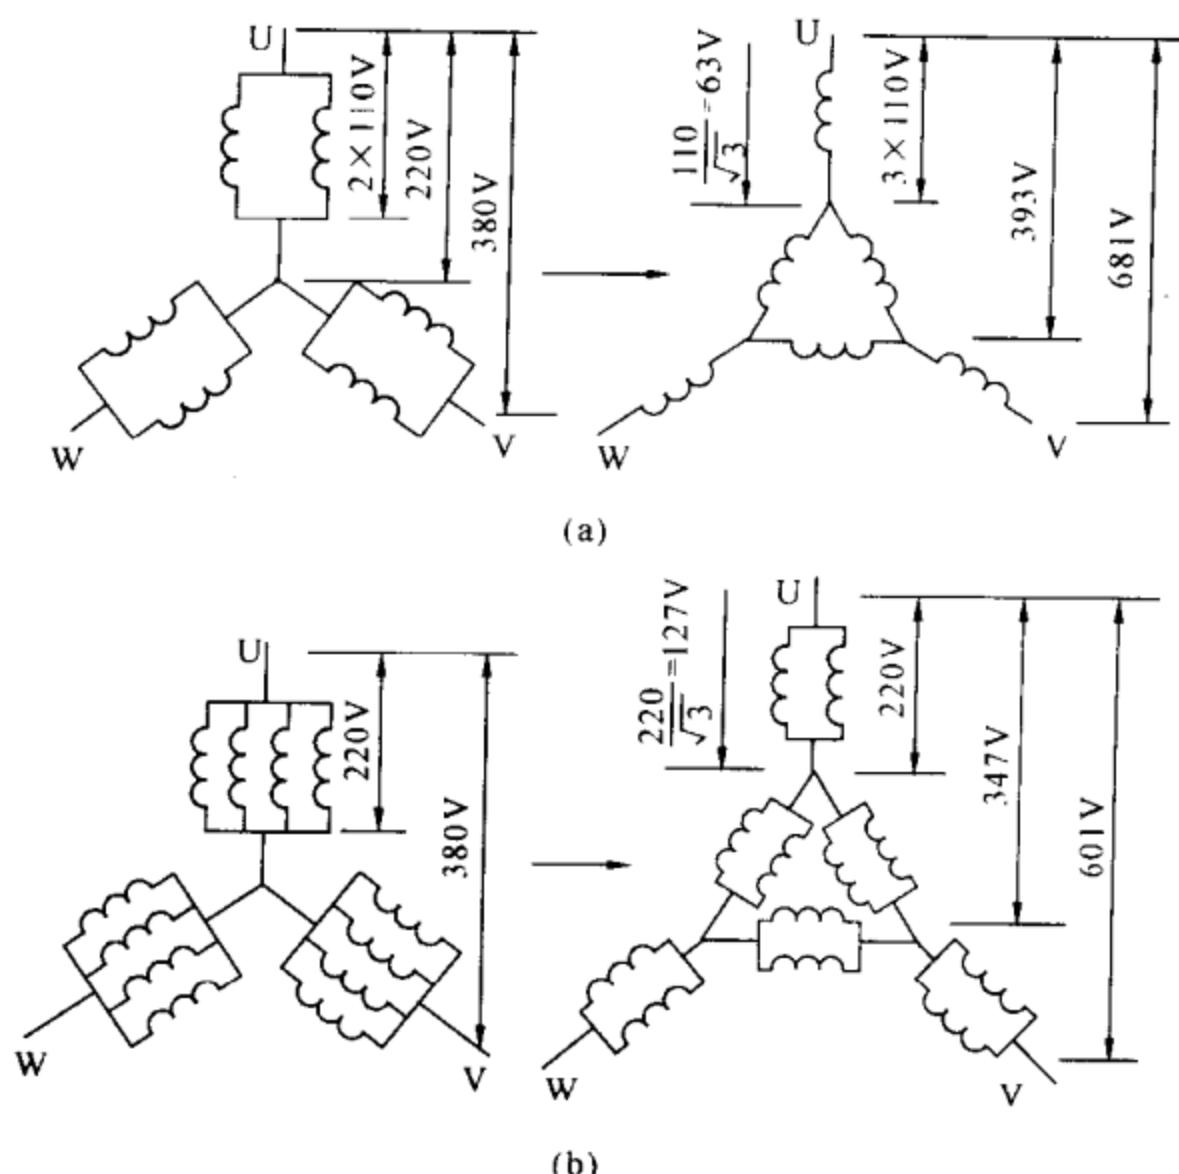
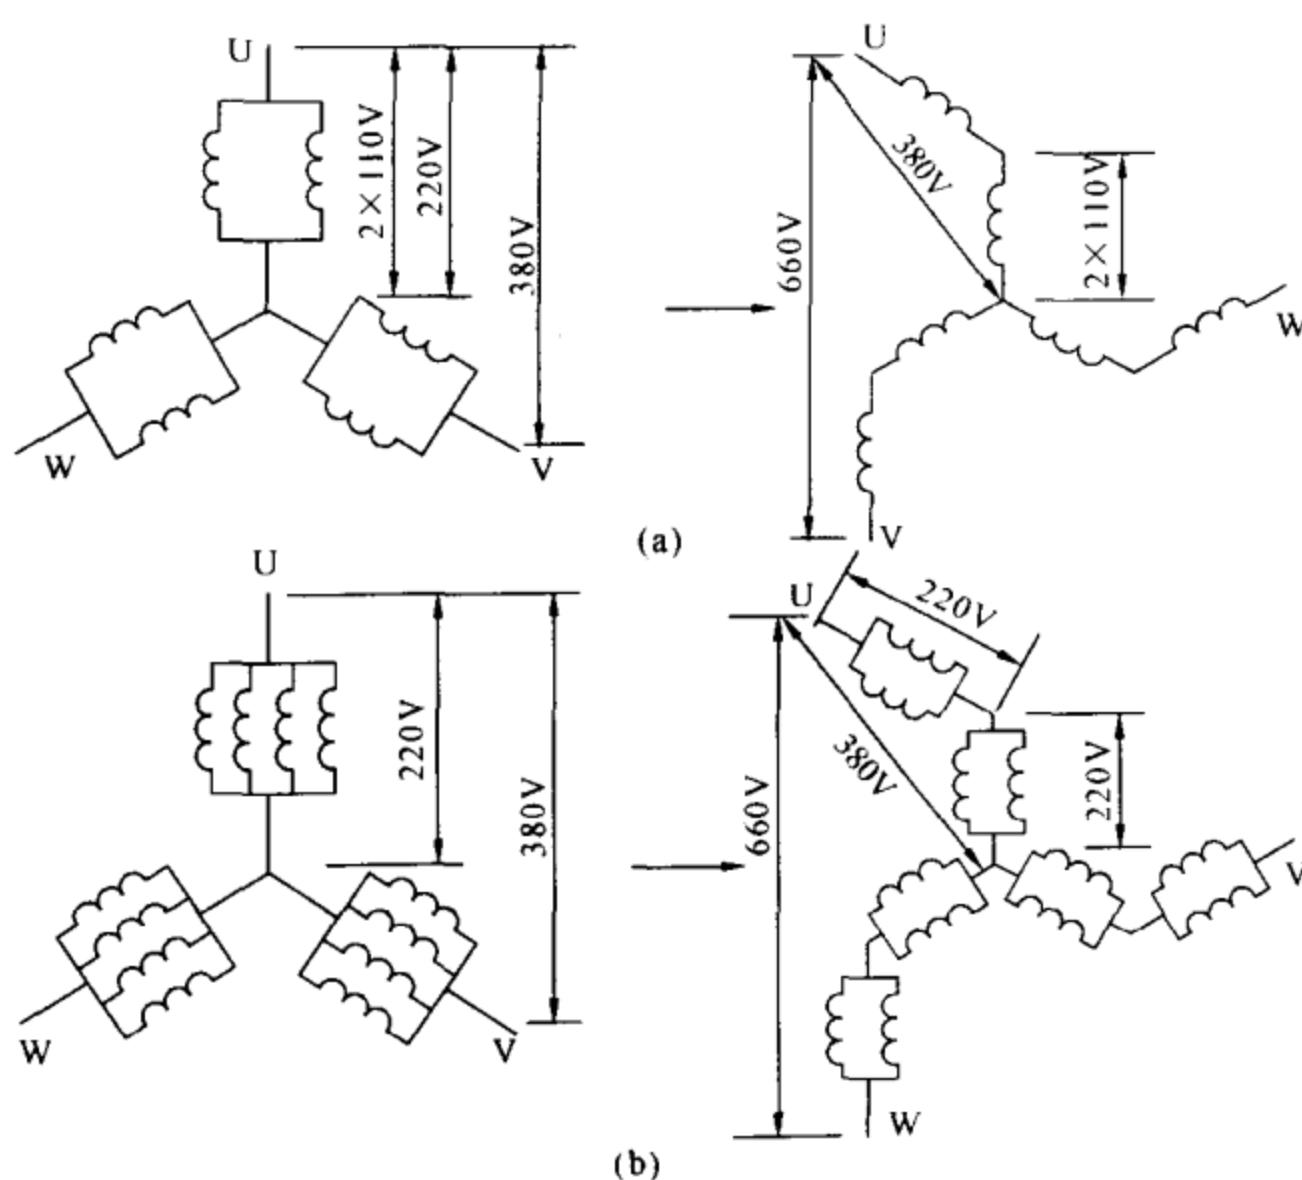
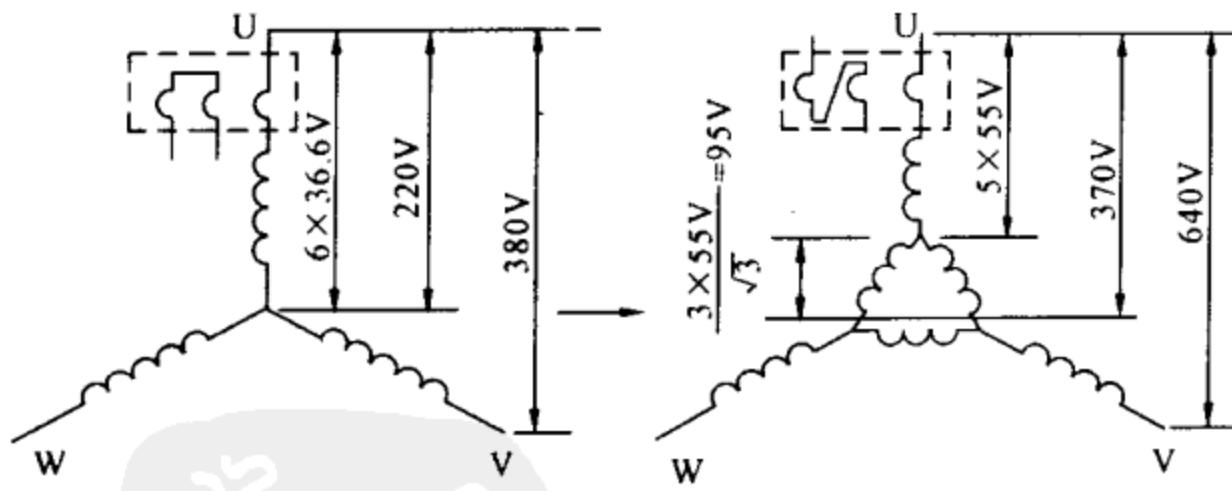

图 4-1 由二路、四路 Y形改为 660V 内△—外 Y
图 4-2 由 Y 形接法改为曲折 Z 形接示意图
图 4-4 380V 一路 Y 形多股导线并绕同相拆股法示意图
(1) 由 \triangle 形接法改为 Y 形接法：这是最简单的改接法。660V 电压是 380V 的 $\sqrt{3}$ 倍，660V 供电系统中的相电压为 380V。各种 \triangle 形接法的电动机（如 Y 系列）改为 Y 形接法，便可以用于 660V 的供电系统。此种改接法的电动机绕组匝间电压和电流密度不变，改接后电动机的起动力矩和功率不变。
(2) 由二路、四路 Y 形改为 660V 内 \triangle —外 Y 混合接法：二路或四路 Y 形接法的电动机可改接为一路或二路内 \triangle —外 Y 混合接法。接线方法如图 4-1 (a)、图 4-1 (b) 所示。此种改接线方法是根据电动机的极数差别，在 Y — \triangle 组上合理分配极相组数目，组成新的内 \triangle —外 Y 混合接法。这种接法改接的电动机有的在欠压情况下运行，有的在超压情况下运行，但大部分情况是在电压偏差在 $\pm 5\%$ 范围内运行。原 380V 二极二路 Y 形、四极四路 Y 形电动机改接后电压偏差达 9%，这样长期运行是不允许的。另一种改接方法是 Y — \triangle 分数混合接法，如上述二极二路 Y
(3) 由 Y形接法改为曲折 Z形接法：这种接线方法如图 4-2 所示，从绕组电压分配的角度来看，每一极相组的电压与未改前相同，但其实不然，不能只看线圈电压的分配，而要分析改接后阻抗的变化，特别是漏抗值对电动机的起动及最大力矩的影响是比较大的。图 4-2 (a) 的改接法打乱了原极相组的顺序，使
(5) 380V 一路 Y 形多股导线并绕同相拆股法：一路 Y 形电动机很多是多股绕制的。多股导线并绕的 Y 形电动机可视为多路并联 Y 形接法电动机，二根三根导线并绕的可按以上所述 Y-△混合 [见图 4-1 (b)] 或 Z 形接线方法改接 [见图 4-2 (a)]。这种改制接线方法如图 4-4 所示。拆股后匝间有电压存在，但实践证明匝间绝缘是没有问题的。